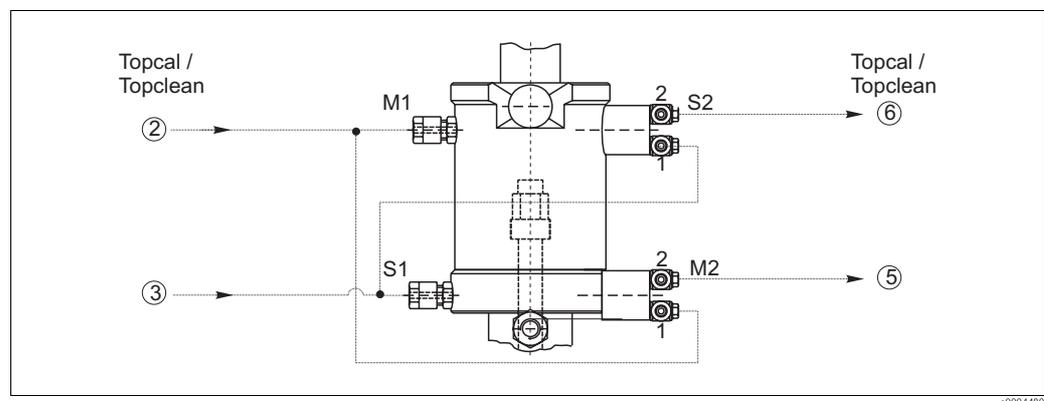

Fig. 10: Connessioni pneumatiche e interruttori di soglia pneumatici (1=ingresso, 2=uscita)
- Collegare la linea di erogazione dell'aria compressa per "Armatura in fase di misura" (TopCal/TopClean: tubo flessibile n. ②) alla connessione pneumatica G 1/8 superiore (fig. 10).
- Collegare anche la linea di alimentazione dell'aria compressa n. ② all'ingresso (1) dell'interruttore di soglia inferiore (M2, mediante elemento a T). Questo interruttore di soglia trasmette il segnale "Armatura in fase di misura".
3. Se viene raggiunta la posizione di "Misura", l'aria collegata all'ingresso M2 (1) è commutata e trasferita all'uscita M2 (2) (Topcal/Topclean: collegare il tubo flessibile ⑤ all'uscita dell'interruttore di soglia).
4. Collegare la linea di erogazione dell'aria compressa per "Armatura in manutenzione" (TopCal/TopClean: tubo flessibile n. ③) alla connessione pneumatica G 1/8 inferiore.
5. Collegare anche la linea di alimentazione dell'aria compressa n. ③ all'ingresso (1) dell'interruttore di soglia superiore (S2, mediante elemento a T). Questo interruttore di soglia trasmette il segnale "Armatura in manutenzione".
6. Se viene raggiunta la posizione di "Manutenzione", l'aria collegata all'ingresso S2 (1) è commutata e trasferita all'uscita S2 (2) (Topcal/ Topclean: tubo flessibile n. ⑥).